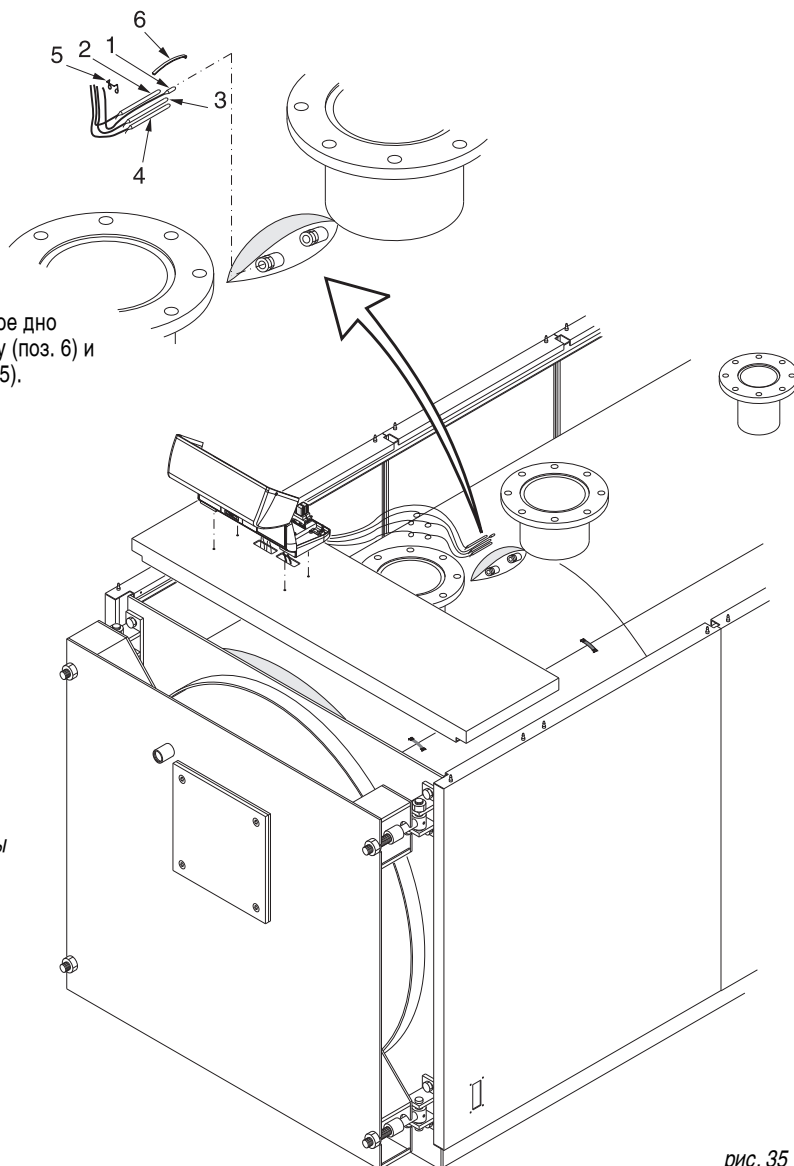

рис. 35
- F) Вставить датчики приборов в манжеты, как показано на рис. 35 и подключить пульт управления к электропитанию, к горелке, насосам, и т.д. Закрыть крышку панели управления. Провести кабель горелки через боковую панель (поз. 5) со стороны, удобной для подключения и зафиксировать кабель при помощи прилагаемого хомута. Зафиксировать маленькие панели (поз. 5) на боковых панелях обшивки.
Произведите установку датчиков в погружную гильзу, расположенную в верхней части котла (см. рис. 35) в следующей последовательности: датчик температуры (поз. 1), термостат рабочей температуры (поз. 2), предохранительный термостат (поз. 3), термостат минимальной температуры (поз. 4). Для улучшения контакта с котлом, рекомендуется опустить датчики на самое дно погружной гильзы. Далее установите дугообразную пружину (поз. 6) и зафиксируйте провода датчиков при помощи пружины (поз. 5).